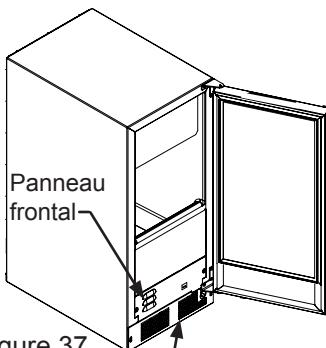

Figure 37
2. Ôtez le panneau frontal et la grille de plinthe de l'avant de la machine à glaçons (Voyez les Figures 37 et 37a).